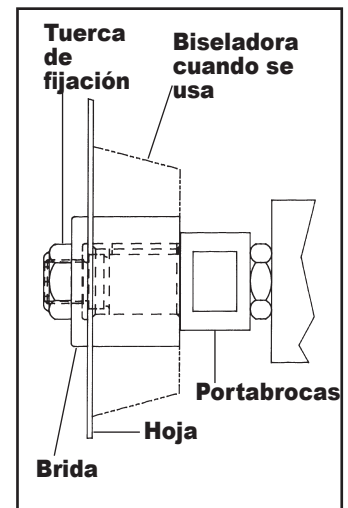

FIG. 3
- b. Portabrocas largo - (para cortar y biselar PVC) Instale la biseladora (con el borde pequeño hacia el motor) o el separador del portabrocas (para cortar solamente) sobre la llave del portabrocas. Instale la hoja en el reborde de  $\frac{5}{8}$  de diámetro del portabrocas (Fig. 3). Instale la brida con el lado rebajado hacia la hoja y el tornillo en la tuerca de fijación. Mientras sostiene una llave (suministrada) en las partes planas de  $\frac{7}{8}$  del portabrocas, ajuste la tuerca de fijación del portabrocas. La hoja debe quedar totalmente asentada en el reborde del portabrocas y nivelada con la biseladora o el separador del portabrocas.